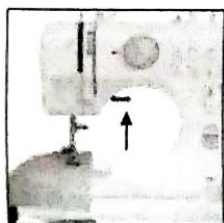

Рис.7
1. Тігін машинасының бүйіріндегі маховикті сағат тіліне қарсы бұрып, инені ең жоғарғы жағдайға көтеріңіз. Тігіш табанды көтеріп, тігуге арналған матаны табан астына орналастырыңыз (рис. 7).